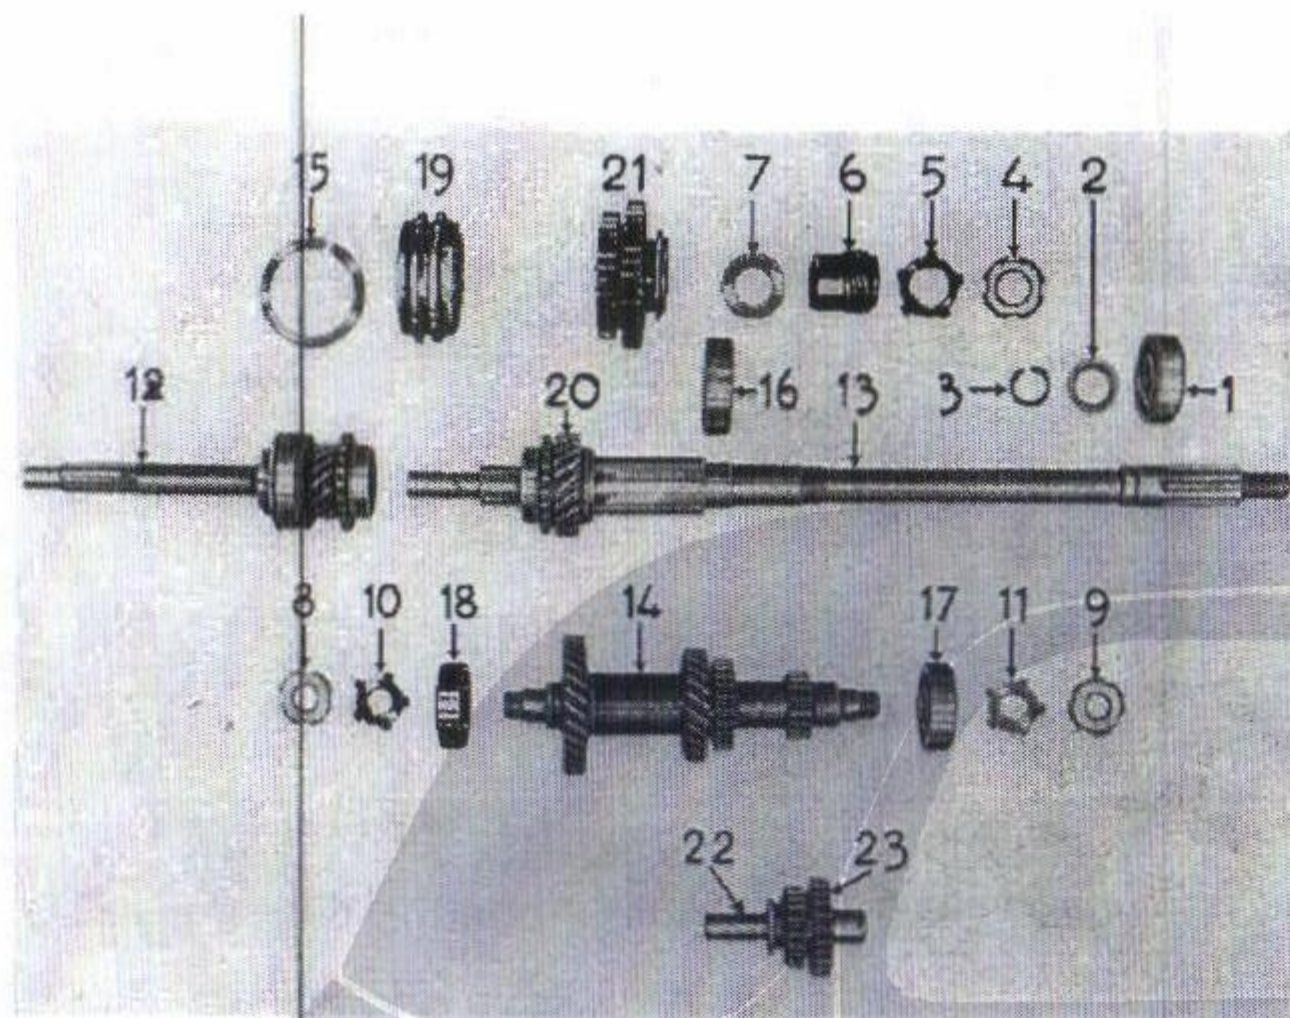

Fig. 64. - Détails des arbres et des engrenages de la boîte de vitesses.
Enlever le roulement à billes (1, fig. 64) AR de l'arbre primaire, la rondelle d'épaisseur (2) et la rondelle élastique (3).
- Dévisser les écrous de fixation des roulements sur l'arbre de renvoi (8-9, fig. 64) au moyen de la clé A. 8067 (fig. 66), en redressant les freins de sécurité (10-11, fig. 64).
- Pousser en avant l'ensemble arbre et engrenages de prise directe (12) en frappant sur l'extrémité AR de l'arbre primaire avec un
- Dégager les roulements AR (16-17, fig. 64) de l'arbre primaire et de renvoi.